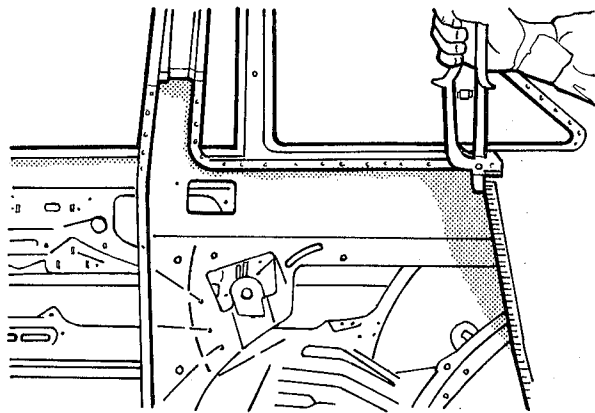

fig. 146
2. Fazer abas nas extremidades cortadas, com uma ferramenta de fazer rebaixas (fig. 146)